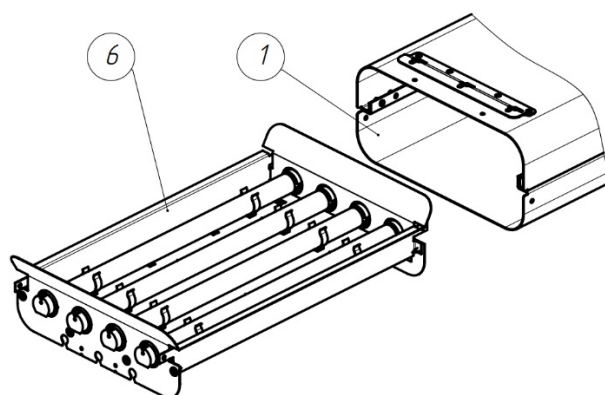

Рисунок 8
- Выдвинуть из корпуса (рис.8, поз.1) панель блока ламп (рис.8, поз.6).